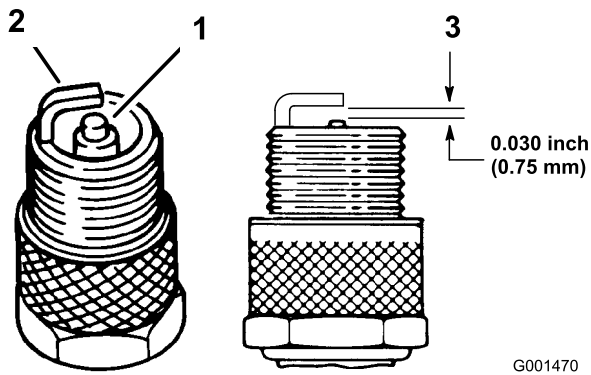

Figura 43
4. Verifique o estado dos elétrodos lateral e central, bem como do isolante do eléctrodo central, certificando-se de que não se encontram danificados (Figura 43).
5. Ajuste a folga existente entre a zona central e lateral dos elétrodos para 0,76 mm (Figura 43).